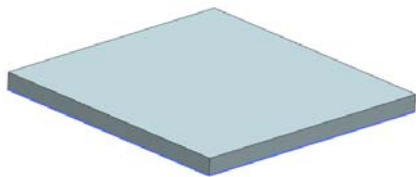

图 11-33 创建拉伸特征
(3) 在“拉伸”对话框中, 单击  按钮, 创建拉伸特征, 如图 11-33 所示。